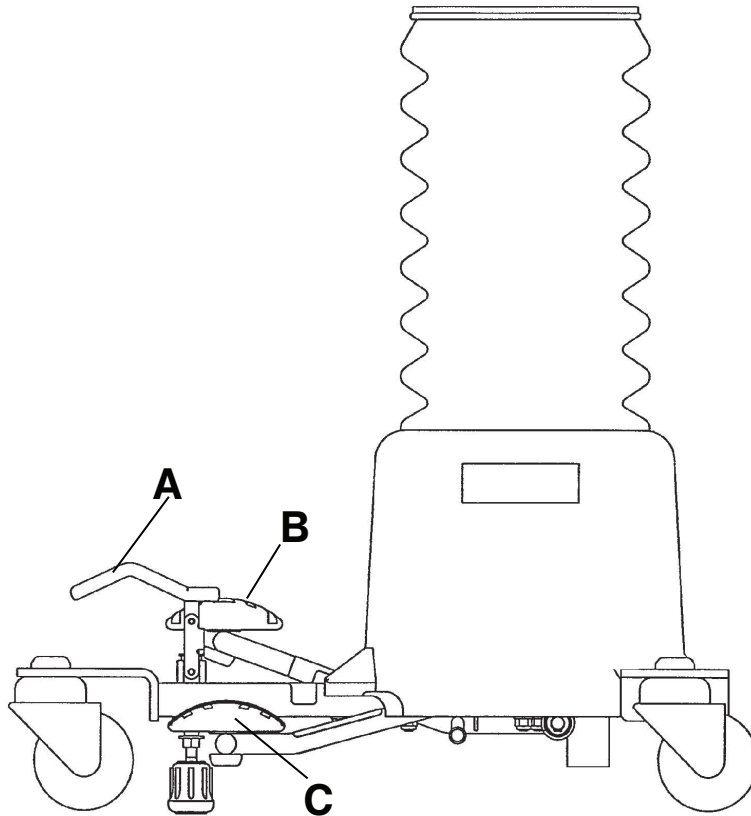

Figura 1 – Aplicación y liberación del freno
Para aplicar el freno, empuje hacia abajo el pedal de freno (A) (Figura 1). Empuje el taburete para asegurarse de que el freno se bloquee.
Para subir la altura del asiento, bombee con el pedal de bombeo (B) hasta que se alcance la altura deseada (Figura 1).